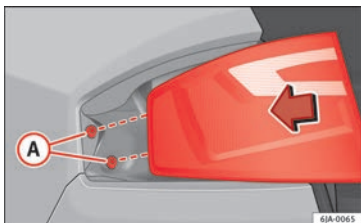

Fig. 101 Monter l'unité des feux arrière.
- Appuyez sur le feu arrière vers l'arrière (sens de circulation du véhicule) en encastrant les fixations dans les douilles en caoutchouc »» fig. 101 A.